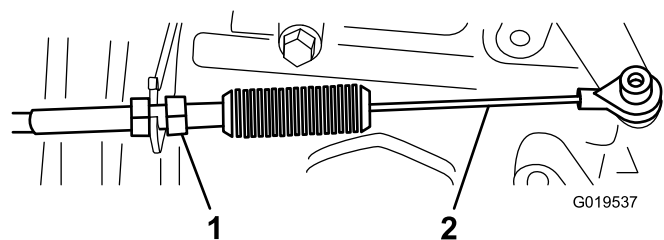
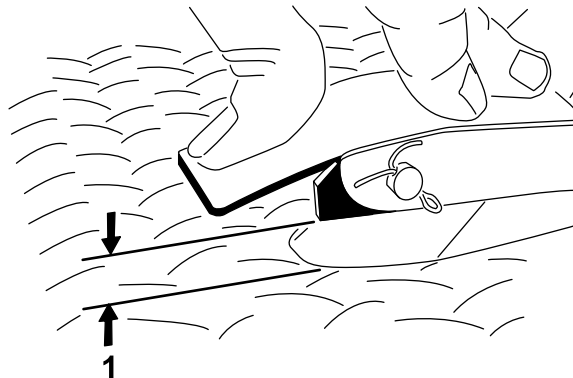

Figura 64
Figura 65
2. Regolate il giunto a sfera sul cavo dell'acceleratore (Figura 64) in modo tale che, applicando una forza di 11,3 kg al centro del pedale, si abbia un gioco compreso tra 2,54 e 6,35 mm tra il braccio del pedale dell'acceleratore e la superficie con motivo a rombi del pianale del veicolo (Figura 65).
3. Serrate il dado di bloccaggio (Figura 64).